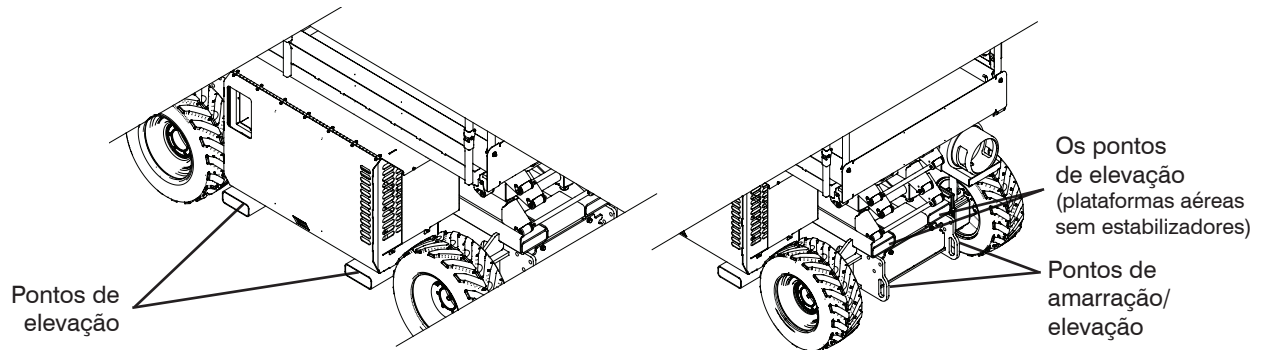

Figura 3-9. Pontos de amarração/elevação
- Os apetrechos de elevação devem ser amarrados em todos os vinte pontos de elevação como mostrado na Figura 3-9.
Durante o transporte, a plataforma aérea deve ser fixada ao caminhão ou à plataforma do reboque. Os pontos de amarração disponíveis estão mostrados na Figura 3-9.